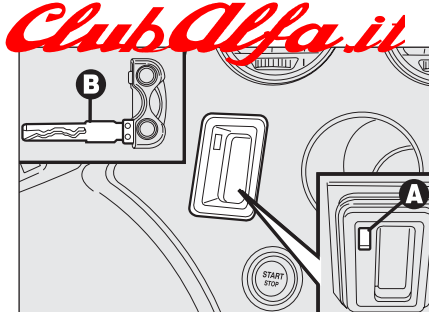

fig. 1
- ☐ inserire l’inserto metallico **B-fig. 1** della chiave elettronica nella fessura **A**;
AVVERTENZA Non introdurre nella fessura **A-fig. 1** oggetti diversi dall’inserto metallico **B** della chiave elettronica.